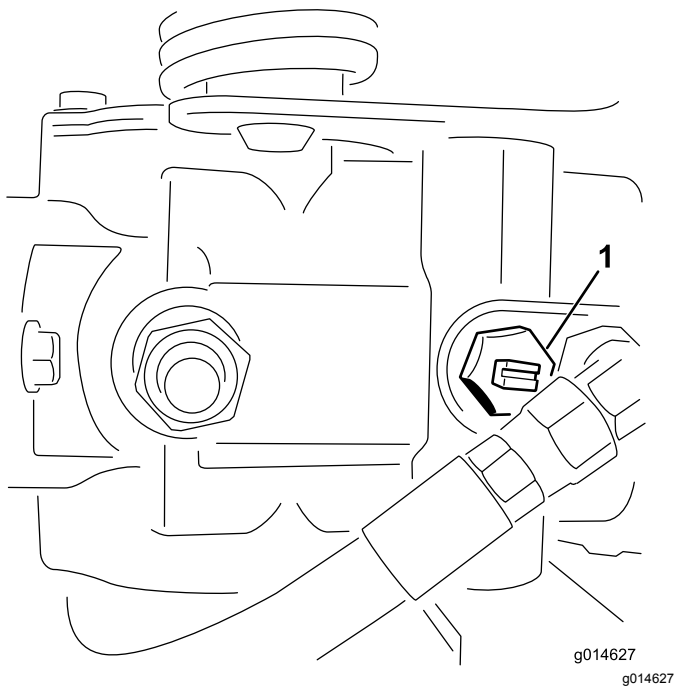

図 29
1. 油圧ポンプについているバイパスバルブ 図 29 の溝が「縦」になるようにバルブを回転させる。
2. エンジンを始動する前に、必ずバイパスバルブを閉じる溝が横向きになる 図 29。